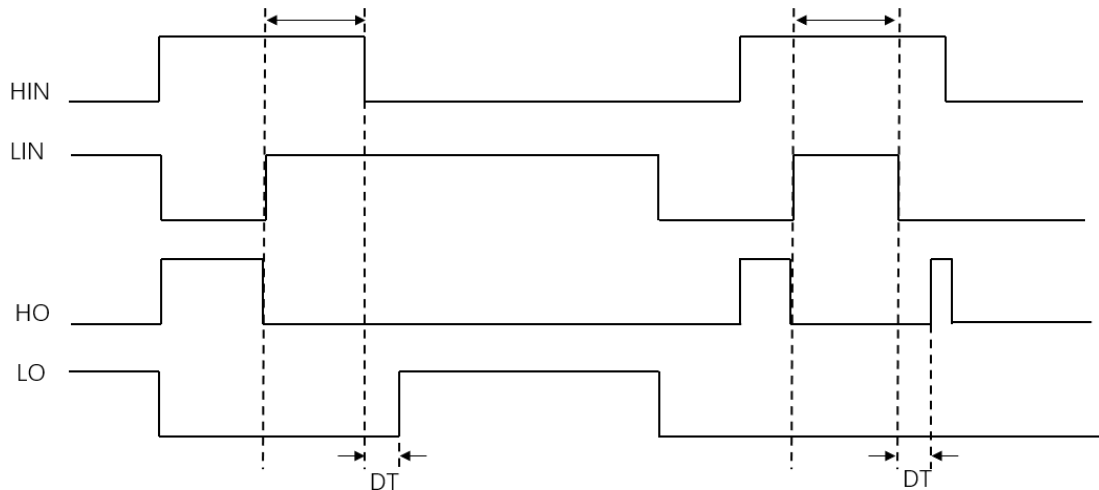

图 2-3 功率管直通保护示意图
芯片内部配备了专门用于防止功率管直通的保护电路，能有效地防止高边和低边输入信号受到共模干扰时造成的功率管损害。图 2-3 功率管直通保护示意图展示了直通保护电路如何保护功率管的过程。功率管直通意味着同一个半桥中的高边栅极驱动器输出 HO 和低边栅极驱动器输出 LO 同时为“高”，这时会有非常大的有害电流同时流过上下边功率管，并伴有较大的功率损耗产生，严重时直接损坏功率管。如图 2-3 功率管直通保护示意图所示，当同一相的低边输入 LIN 和高边输入 HIN 同时为“高”时，内部保护电路将驱动器输出 HO 和 LO 拉至“低”，有效关断功率管。当其中一个输入信号变为“低”时，驱动器输出需要经过一个死区时间 (DT) 的延时才能输出“高”。该措施避免了有害短输入脉冲造成的功率管开关过度状态，有效地减小损耗，降低功率管损坏的风险。